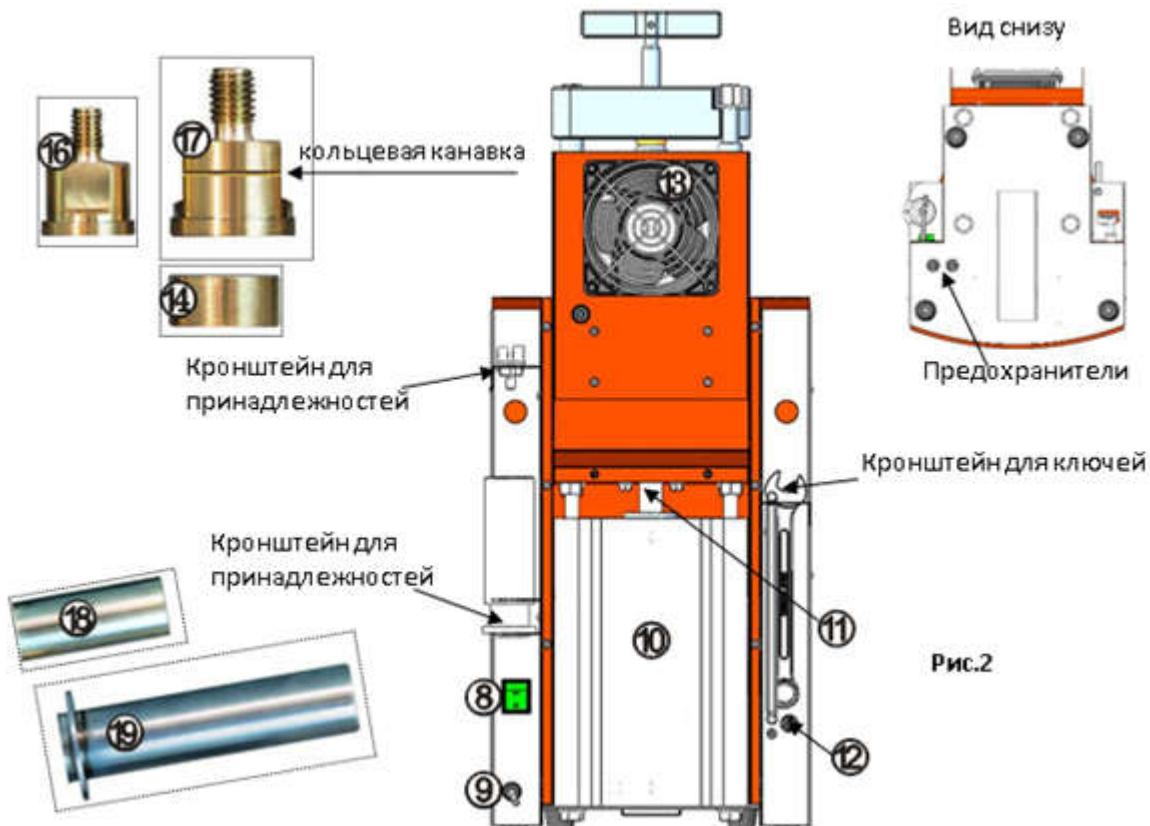

Рис.2
- Разместить принадлежности, гаечные ключи в гнездах кронштейнов, рис.2.